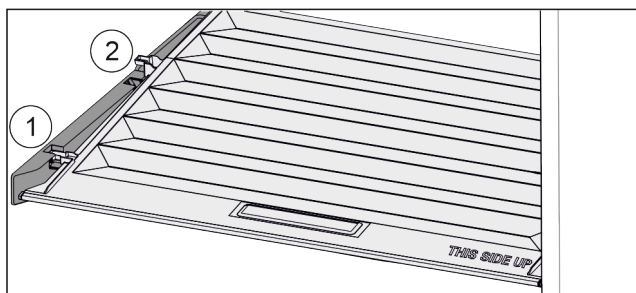

Fig. 104
- ▶ Deslice la tapa hacia delante hasta la abertura de las piezas de sujeción Fig. 104 (1).
- ▶ Levántela por detrás desde abajo y retírela tirando hacia arriba Fig. 104 (2).